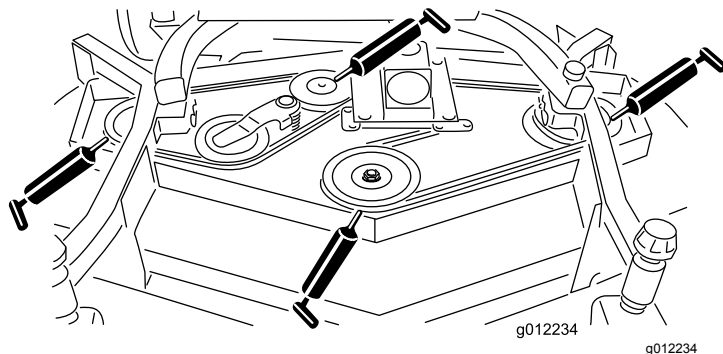

Figura 20
- Cuscinetti dell'asse della leva di rinvio (Figura 20)
- Cuscinetti (3) dell'asse del mandrino (situati sotto la puleggia) (Figura 20)